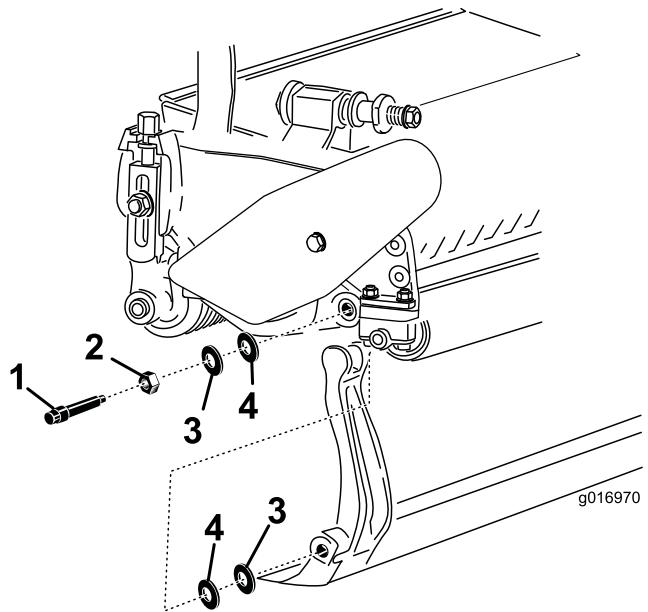

Рисунок 20
Не забудьте снять две нейлоновые и две стальные шайбы с каждой стороны планки неподвижного ножа (Рисунок 20).
3. Установите нейлоновую шайбу с каждой стороны выступа боковой пластины. Установите стальную шайбу с наружной стороны каждой из нейлоновых шайб (Рисунок 20).